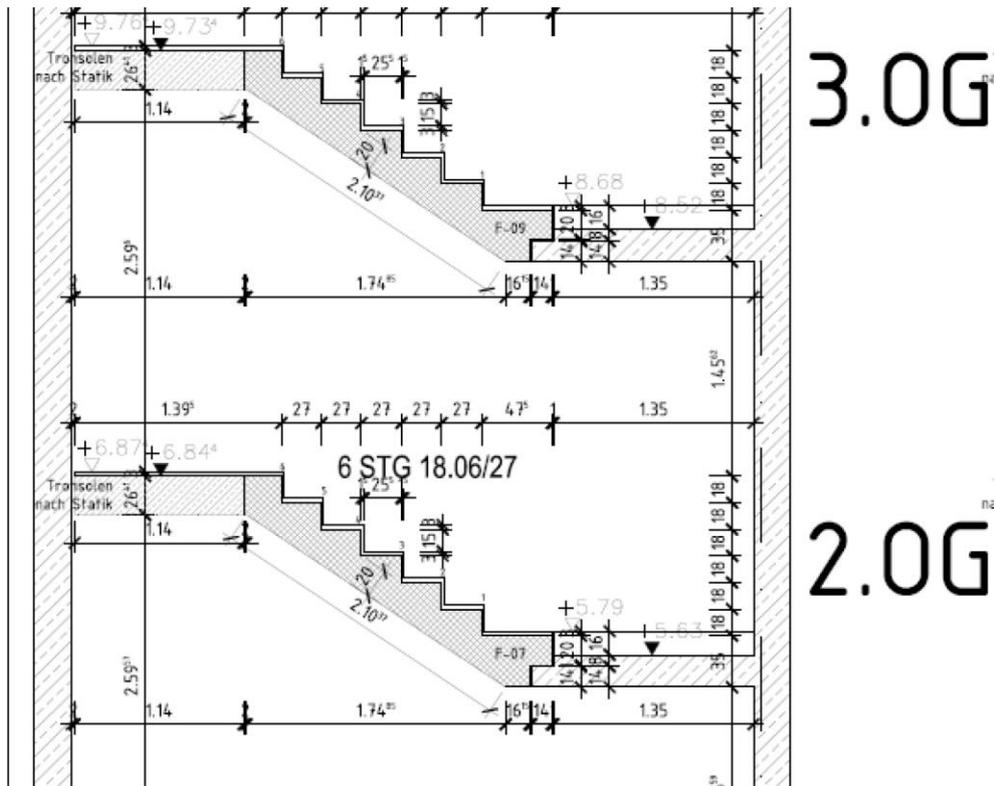

Abb. 2: Schnitt durch das Treppenhaus, Lauf 1. Abbildung: S T E P GmbH, Abdruck honorarfrei.
- Treppenanlage aus zwei Treppenläufen (**Abb. 2 bis 5**), die auf den Geschossdecken mit der Schöck Tronsole Typ F entkoppelt aufliegen, und einem Treppenpodest, das in der Treppenhauswand und der Außenwand mit der Schöck Tronsole Typ Z entkoppelt aufliegt. Die beiden Treppenläufe aus Betonfertigteilen umfassen sechs (Lauf 1) bzw. zehn (Lauf 2) Treppenstufen, die Laufdicke misst 20 cm, die Breite 112 cm. Das Zwischenpodest in Ortbeton ist 26 cm dick, die Treppenläufe sind an das Zwischenpodest anbetoniert.